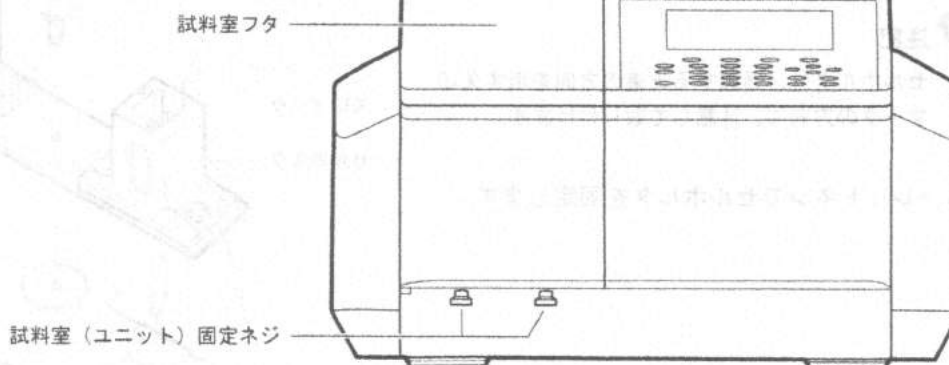

図 4.4 本体正面図
- 2 試料室固定ネジ（図 4.4）2本を締め付けて、試料室ユニットを固定します。
- 3 試料室フタ（図 4.4）を閉じます。
- 5 試料室フタ（図 4.4）を閉じます。
- 6 試料室フタ（図 4.4）を閉じます。